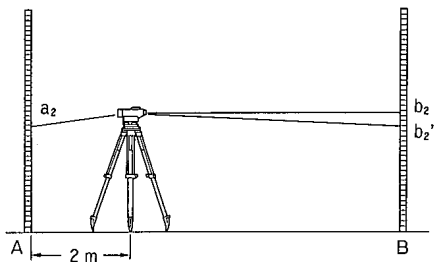
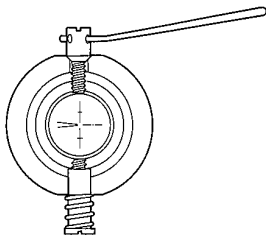

図 7.6
図 7.8
2) 点Aから2mの地点に機械を据え、再び $a_2 \cdot b_2$ を読みとります。(図7.6)
- 4) 調整ピン ⑰ (「11. 標準品一式 (格納図)」参照) を使って、 $b2' = b2$ になるまで調整します。例えば、図 7.6 の場合、 $b2$ の値が大きすぎるので、十字線を下げする必要があります。この場合は調整ねじを少しゆるめて下さい。また、十字線を上げたいときは調整ねじを締めて下さい。(図 7.8)